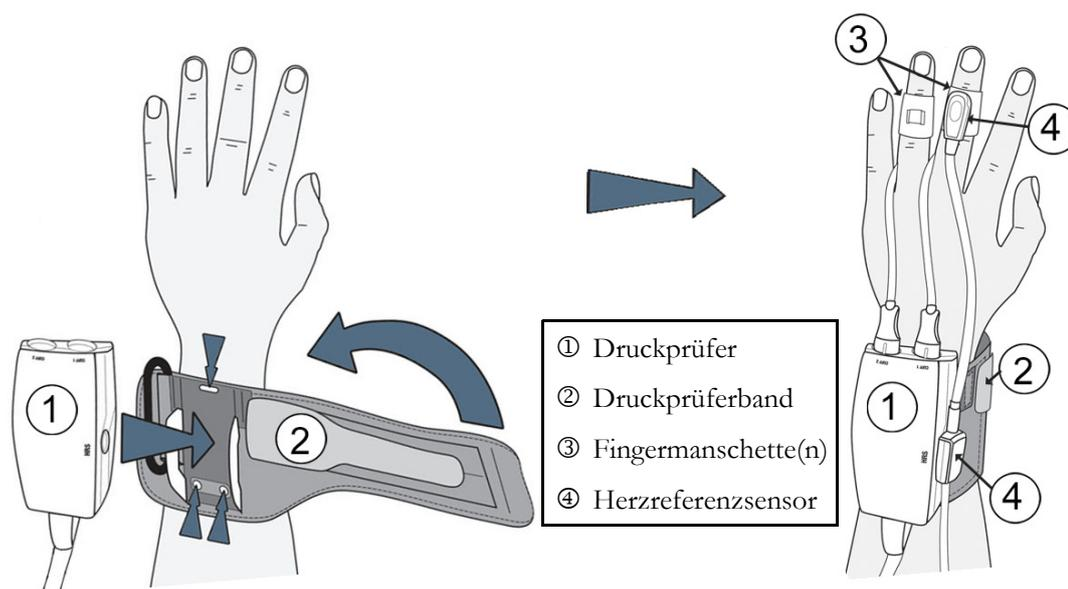

Abbildung 11-2 Anbringen des Druckprüfers
Der Druckprüfer wird am Handgelenk des Patienten getragen und an das HemoSphere ClearSight Modul, das HRS und die Fingermanschette(n) angeschlossen. Siehe Abbildung 11-2.
- 1 Wickeln Sie das Druckprüferband um das Handgelenk des Patienten. Die nicht dominante Hand wird für die Überwachung bei wachen Patienten bevorzugt. (Abbildung 11-2, links)